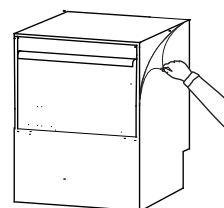

Fig.3
- 3- Rimuovere la pellicola di protezione dall'apparecchio. (Fig. 3)